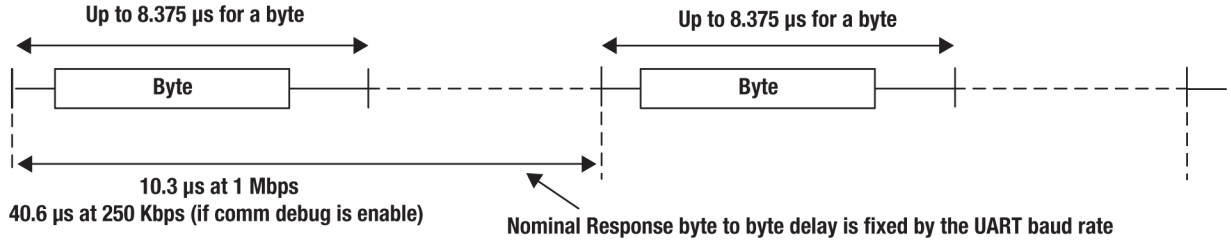

図 4. BQ796xx のバイト・レベルの通信。
両方のソリューションで使用しているテキサス・インスツルメンツのプロトコルをもう少し詳細に観察すると、有線ソリューションは、差動、双方向、半二重のインターフェイスを使用しているので、ハイサイドとローサイド両方の通信インターフェイスでトランスミッタ (TX) とレシーバ (RX) を実装し、デフォルトではローサイドからハイサイドに情報を伝搬します。これらの TX 機能と RX 機能は、デバイスのベースまたはスタックを検出するハードウェアを基盤とする自動的な制御で動作し、各モジュール宛にデータを伝搬するときに、データのリクロック (クロックとの再同期) を実施します。BQ796xx デバイスの RX トポロジーは RS-485 に似ていますが、自動車環境で一般的に見受けられるノイズの多い条件下で発生する高い同相電圧を減衰させるために設計上のメカニズムを追加している点異なります。各バイトを 2MHz (パルスごとに 250ns、または 2 つ 1 組ごとに 500ns) のレートで送信します。図 4 に示すように、各バイト間の時間は、UART のボーレート (通常動作時は 1Mbps) によって異なりますが、バイトごとの時間は常に一定です。